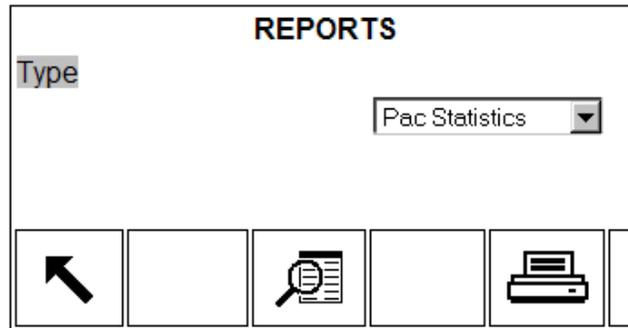

Figure D-1 : Écran de visualisation des Rapports
1. Appuyez sur la touche programmable RAPPORTS . L'écran de sélection des rapports s'affiche (Figure D-1). Seules les caractéristiques ayant été activées dans la configuration sont présentées. Le tableau des tares sera toujours affiché.